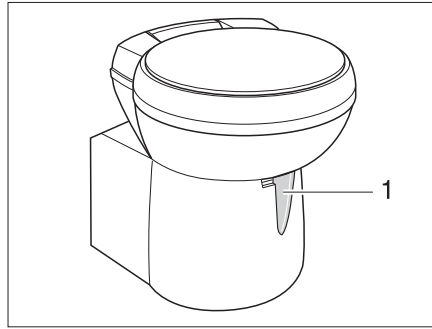

Fig. 243 Taza del inodoro Thetford, basculable
- Antes del lavado, abrir la corredera del inodoro Thetford. Para ello, empujar la palanca de corredera (Fig. 243,1) en sentido contrario a las agujas del reloj.